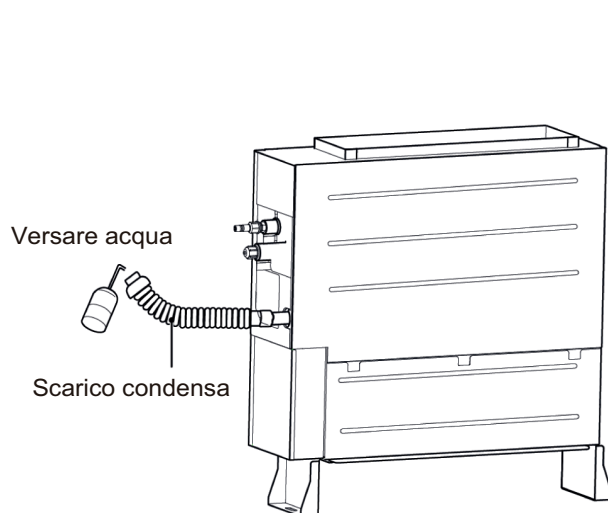

Fig. 4.3.9
- 1) Collegare il tubo di scarico all'altro tubo di collegamento dello scarico del serbatoio dell'acqua e versare circa 1 litro d'acqua (come mostrato in Fig. 4.3.9). Al termine del test, rimuovere il tubo di scarico e applicare il tappo del serbatoio dell'acqua.